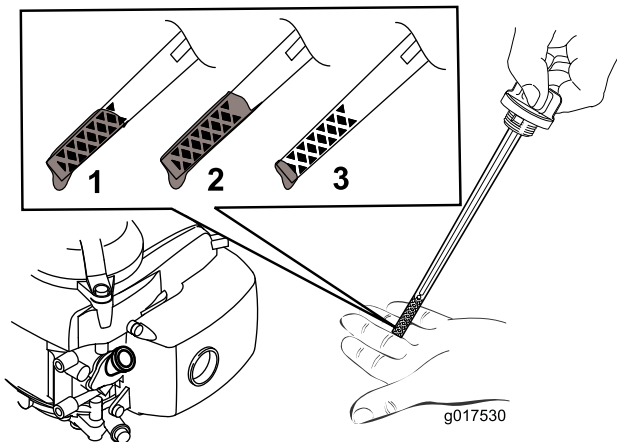

Figure 5
2. Tournez le bouchon dans le sens antihoraire et sortez la jauge (Figure 5).
7. Relevez le niveau d'huile indiqué sur la jauge (Figure 5).